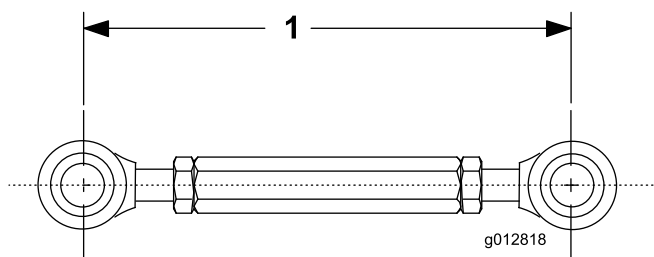

図 9
4. ねじ山付きリンクの長さを 190mm にセットしてジャムナットを締めつける 図 9。